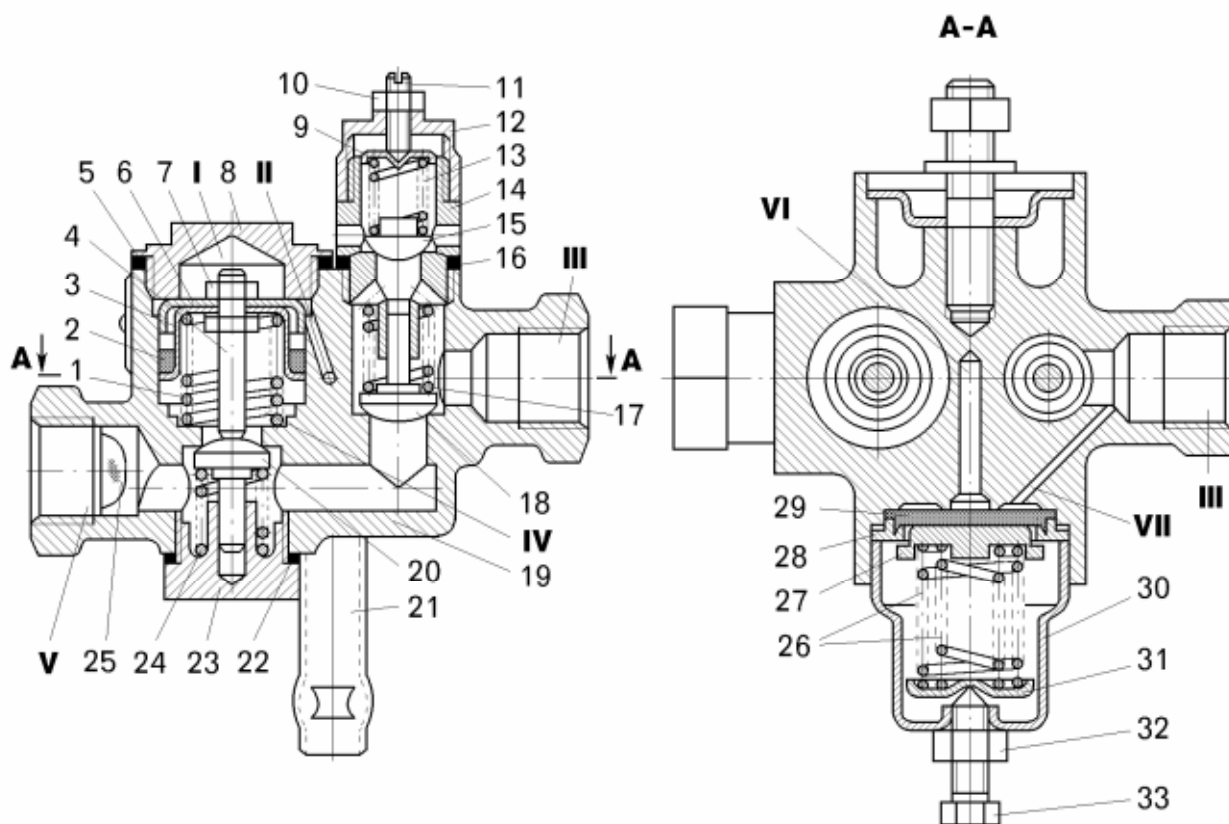

Рисунок 11.3 – Регулятор давления:
- вывернуть пробку 8 (рисунок 11.3) и снять уплотнительное кольцо 5;
- регулировочным винтом 11 (смотри рисунок 11.3) обеспечить срабатывание предохранительного клапана 15 при давлении сжатого воздуха в ресивере 0,90 – 0,95 МПа (при завернутом до упора винте 33);